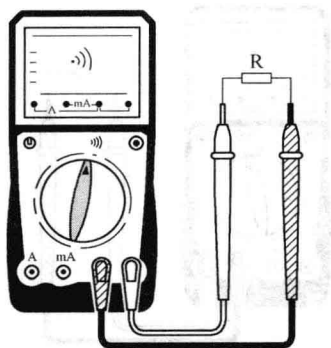

图 1-12 电路通断测量
- 1) 将红、黑表笔插入孔中,如图 1-12 所示。
(6) 闭合角测量